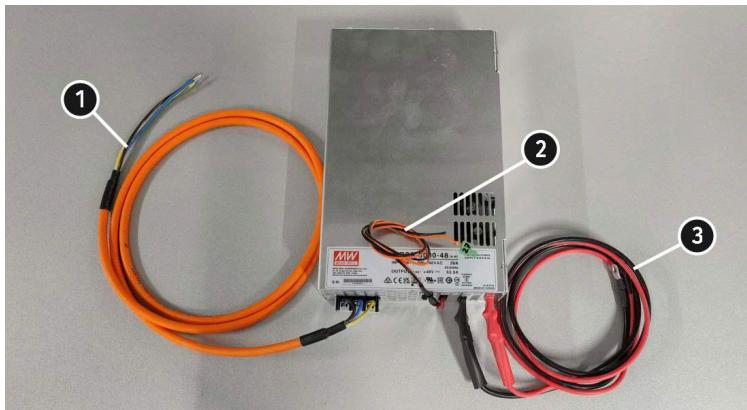
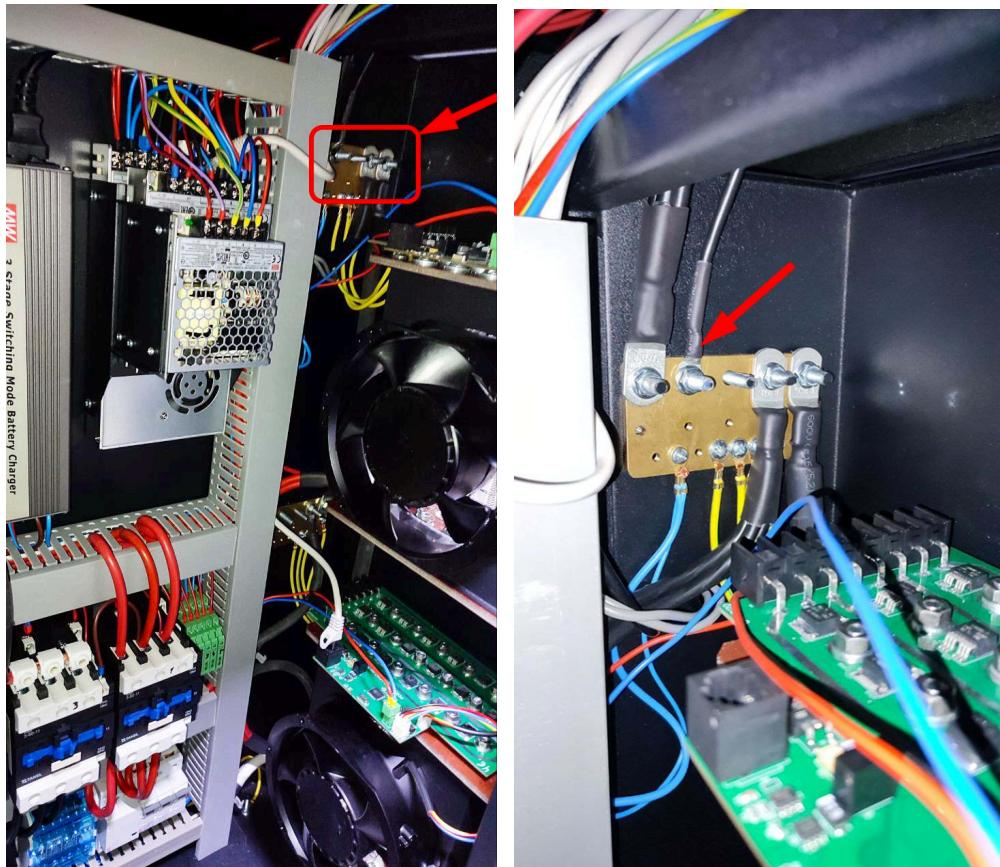
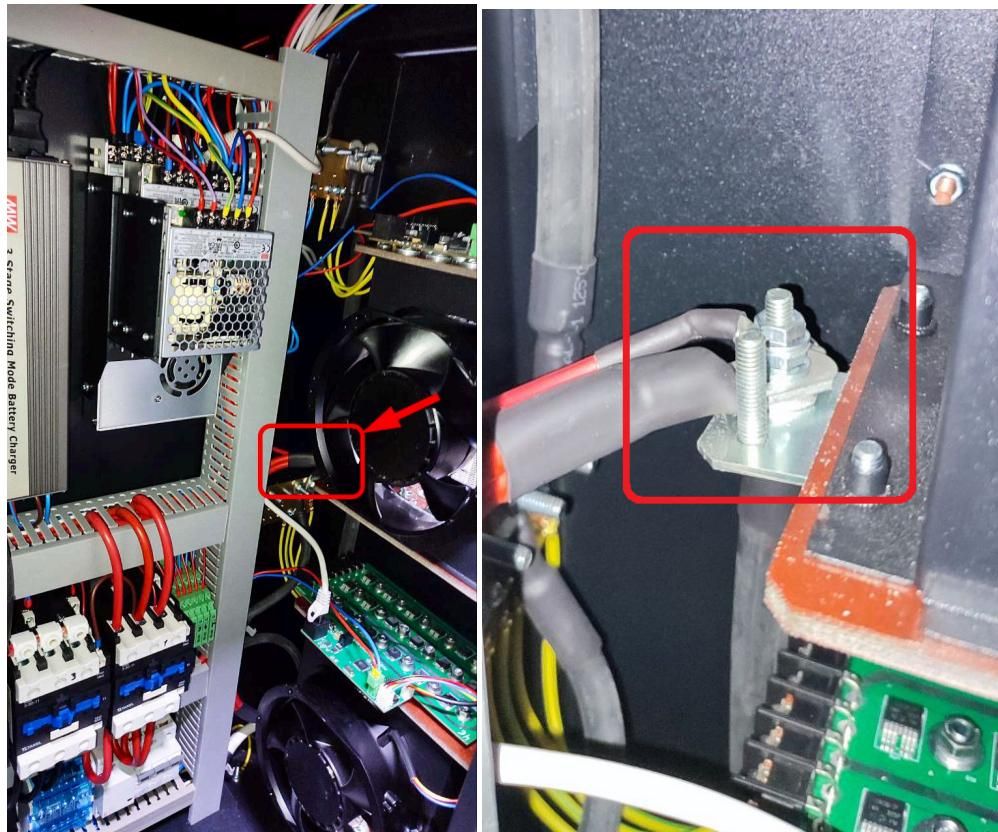

Рисунок 6
Рисунок 8
Рисунок 9
До блока живлення RSP-3000-48 під'єднано три набори проводів, див. рис. 6:
2. Підключіть чорний провід виходу блока живлення (поз. 3 рис. 6) до мінусової мідної шини, див. рис. 8.
3. Підключіть червоний провід виходу блока живлення (поз. 3 рис. 6) до блоку навантаження див. рис. 9.
4. Підключіть проводи живлення блока живлення (поз. 1 рис. 6) до силового клемника, див. рис. 10.
5. Підключіть провода керування блоком живлення (поз. 2 рис. 6) до головної плати як показано на рисунку 12. Провід із роз'ємом у місце поз.1 і чорний провід у поз 2.